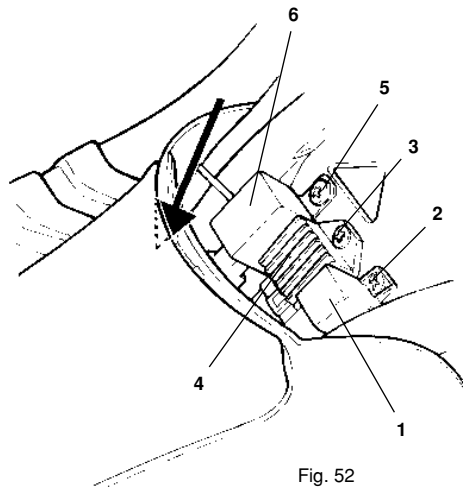

Fig. 52
- El motor de arranque es accionado por un rele (1 - Fig. 52). En caso de avería es necesario sustituirlo:
- desenroscar el tornillo (2);
- *Le démarreur électrique est commandé par un relais (1 - Fig. 52). En cas de panne, il peut être nécessaire de le remplacer, procéder comme suit :*
- *Dévisser la vis (2)*